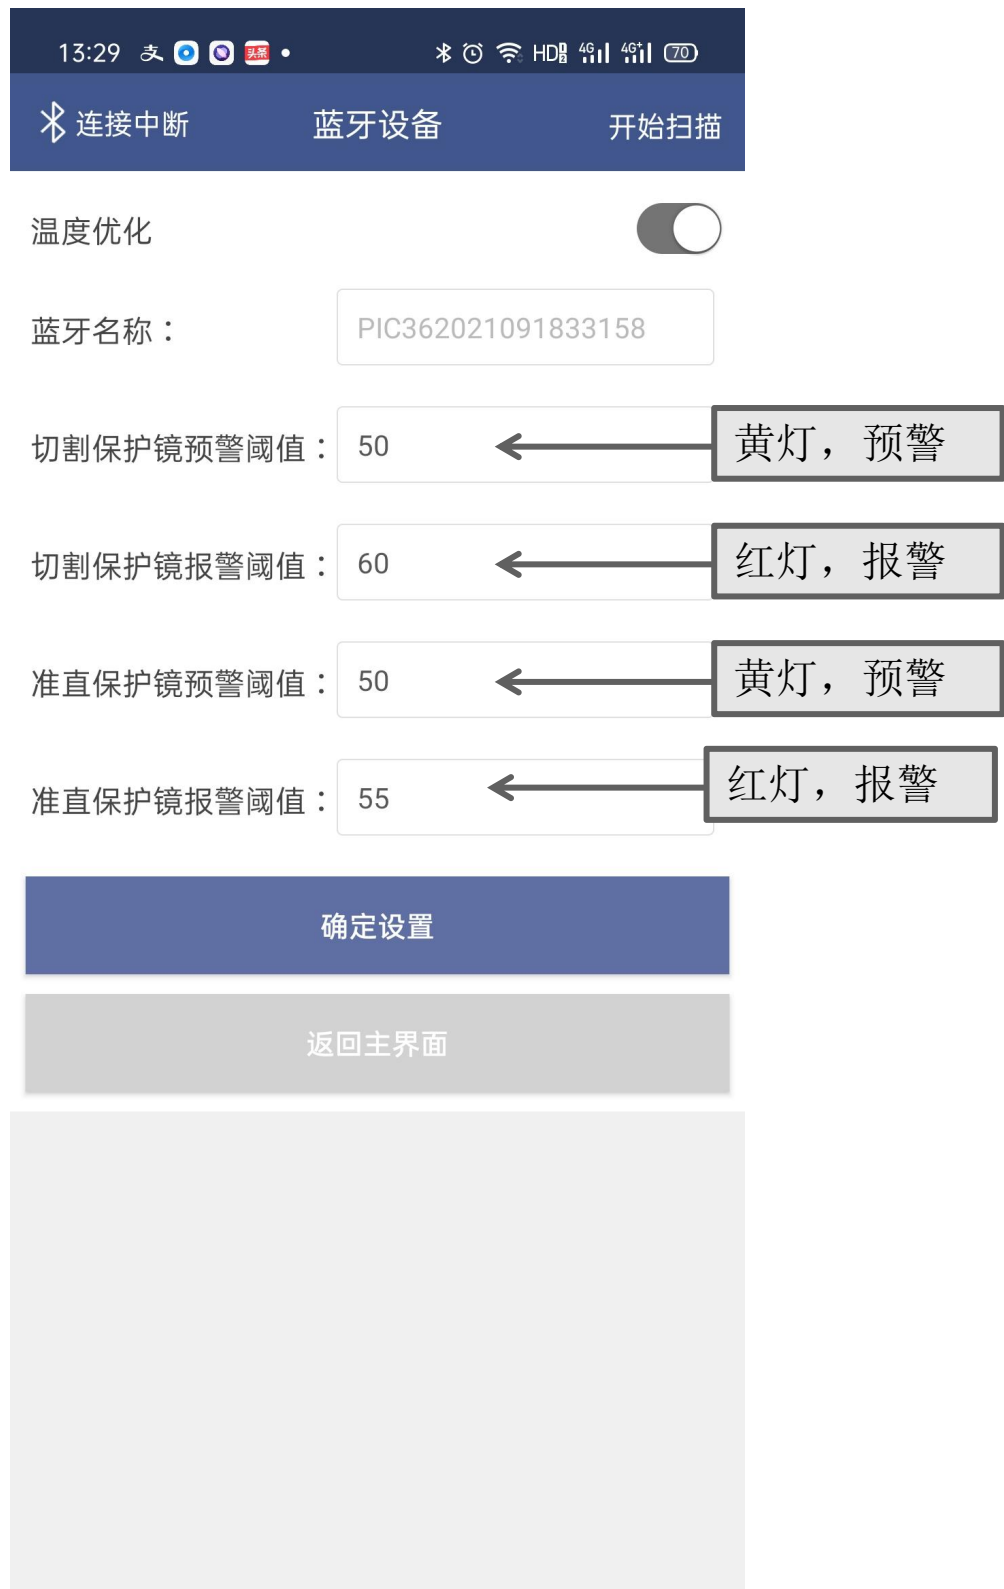

图3.5
- ② 进入温度设置界面，可根据实际情况设置温度，预警值必须低于报警值，设置完成后点击确定设置按钮，如下图3.5所示：